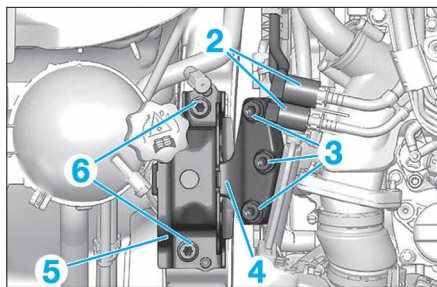

FIG. 1
- Débrancher les tubes d'alimentation haute pression (2) (Fig.1).
- Déposer les vis (6) (Fig.1).
- Déposer le pontet (5) (Fig.1).
- Déposer les vis (3), puis l'ensemble du support droit (4) (Fig.1).
- les supports moteur droit (4) et (5) (Fig.1), puis serrer les vis (3) et (6) aux couples prescrits
- Réaccoupler (Fig.1):
- les raccords d'alimentation de carburant (2).